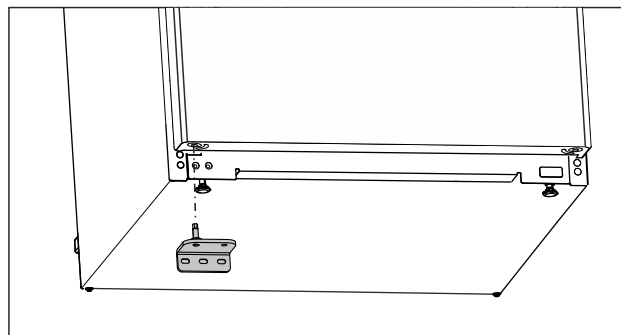

Fig. 20
- ▶ Helyezze be az alsó csapágybakot az ellenkező oldalra. (lásd Fig. 20)